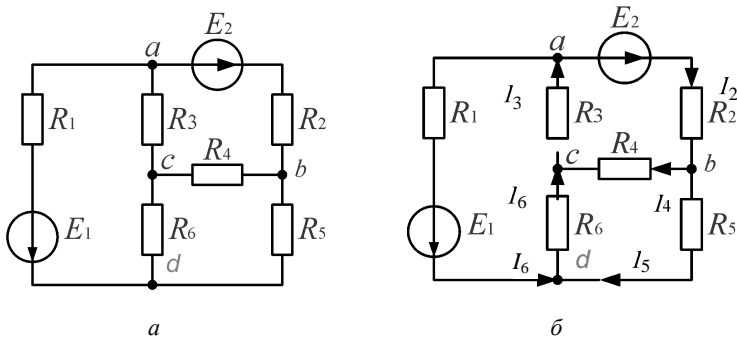

Рис. 2.35
Пример 2. Составить систему уравнений для расчета токов методом уравнений Кирхгофа (рис. 2.35, a), если $E_1 = 40 \text{ В}$, $E_2 = 20 \text{ В}$, $R_1 = 15 \text{ Ом}$, $R_2 = 27 \text{ Ом}$, $R_3 = 5 \text{ Ом}$, $R_4 = 15 \text{ Ом}$, $R_5 = 12 \text{ Ом}$, $R_6 = 10 \text{ Ом}$.
1. Произвольно указать направления токов в ветвях (рис. 2.35, б).